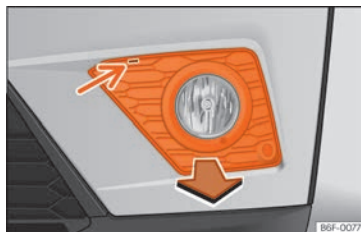

Fig. 105 Faro antiniebla: extraer la rejilla
1. Haga palanca con un destornillador en la muesca »» fig. 105 (flecha). Seguidamente desclipe los clips situados en el contorno de la rejilla tirando de ella.